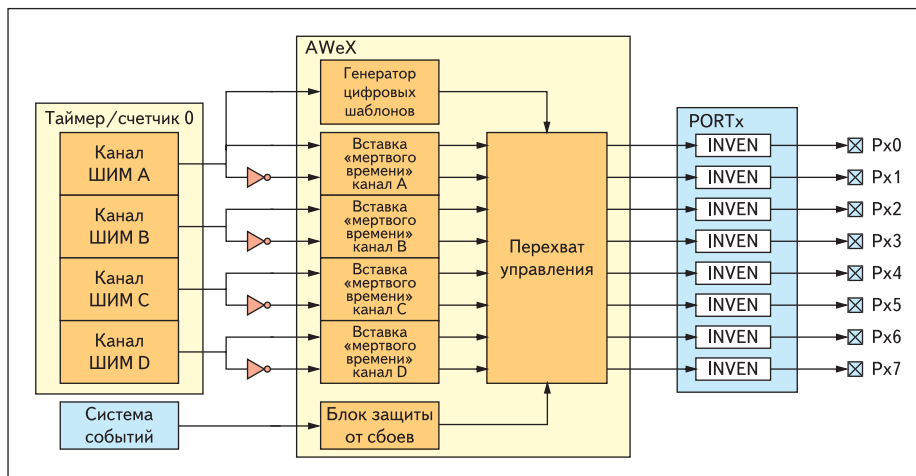

Рис. 7. Блок-схема модуля расширения AWeX
Структурная схема модуля расширения AWeX показана на рис. 7. Его работа в режиме DTI возможна только в случае, когда таймер/счетчик сконфигурирован на формирование ШИМ-сигналов. Когда работа AWeX разрешена, выход каждого канала TCx0 «расщепляется» на два комплементарных выхода. Эта пара выходных сигналов проходит через блок вставки интервалов мертвого времени (DTI), что позволяет генерировать неинвертированный сигнал для нижнего ключа (LS) и инвертированный сигнал для верхнего ключа (HS) со вставками интервалов «мертвого времени» между активными состояниями ключей. Выход блока DTI будет перехватывать управление линиями ассоциированного порта ввода/вывода за исключением функции инверсии выходного сигнала на линиях порта — бит INVEN регистра PINnCTRL всегда будет выполнять свою функцию, и может быть использован для инверсии выходного сигнала.
Модуль AWeX также снабжен быстрым встроенным механизмом защиты от сбоев. Для этого в его состав введен дополнительный аппаратный узел Fault Protection. Как видно из рис. 7, этот узел непосредственно подключен к системе событий микроконтроллера. Выбор канала, который подключается к Fault Protection, определяется содержимым регистра FDEMASK: установка бита «n» означает подключение канала «n» системы событий. Если требуется, чтобы входной сигнал на узел защиты от сбоев поступал от нескольких каналов системы событий одновременно, то для этой цели биты в регистре FDEMASK могут объединяться по «ИЛИ», разрешая доступ многочисленным источникам событий к узлу Fault Protection в одно и то же время.